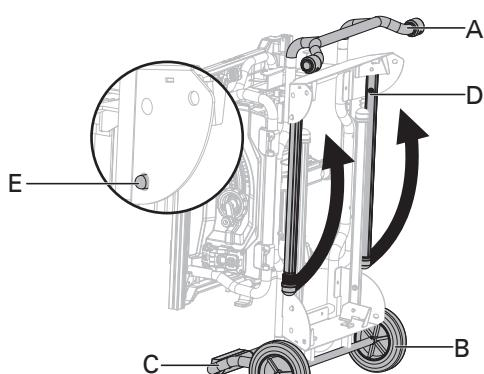

Fig. 3a
APERTURA DEL SOPORTE (Fig. 3a-3d)
- Agarre el asidero I (A) e incline la sierra hacia las ruedas hasta que el soporte quede equilibrado en las ruedas (B) y el conjunto del caballete de soporte (C) (Fig. 3a).
- Saque hacia fuera las dos patas de soporte inferiores (D) (ubicadas en el lateral de la rueda). Para ello, presione las clavijas de bloqueo (E) hasta que desbloqueen las patas de soporte (D) de los orificios y, luego, oscile las patas de soporte (D) hacia arriba hasta que las patas de soporte (D) se bloquen con las clavijas de bloqueo (E) y encajen en los orificios (Fig. 3a).